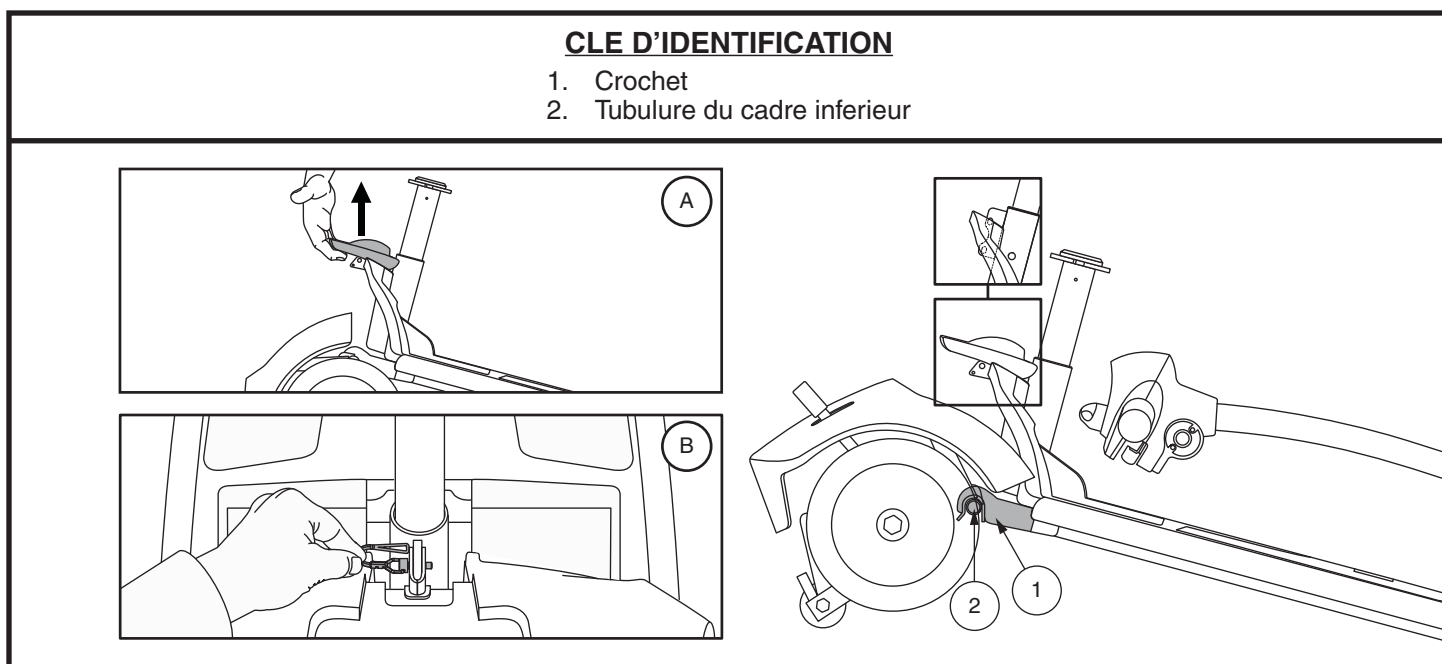

Figure 33. Levier de blocage du cadre (Style A) et Libérez la goupille de verrouillage de blocage du châssis (Style B)
4. Séparez doucement les sections du Travel Scooter. **Voir la figure 33.**
NOTE: Avant de débiter l'assemblage, basculez légèrement la section arrière du Travel Scooter vers ses rolettes antibasculer tel que montré dans la figure 33.
1. Soulevez la section avant par le levier de blocage (ou le mât du siège sur les modèles 36, 83, et 84) et alignez les crochets avec la tubulure de la section arrière. **Voir la figure 33.**
2. Une fois que les crochets du châssis sont sur le tube inférieur du châssis, abaissez la section inférieure avant et faites pivoter la section arrière simultanément. Ceci engagera le verrouillage du châssis automatiquement pour les modèles 39, 40LX, 40X, 44X, 40E, 44E, 44LX, 49, 50LX, 54LX, 53, 53HD, 54, 54HD, 66, 67, 73, 74, et Jazzy ZTS. Pour les modèles 36, 83, et 84, vous aurez besoin de réinstaller la goupille de verrouillage du châssis pour terminer l'assemblage du corps. **Voir la figure 33.**